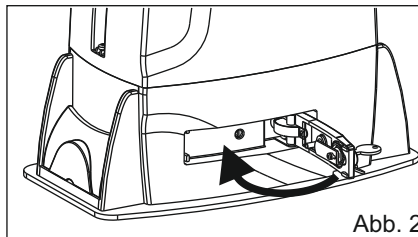

Abb. 2
2) Die mechanische Blockierung wieder herstellen (Fig. 2).